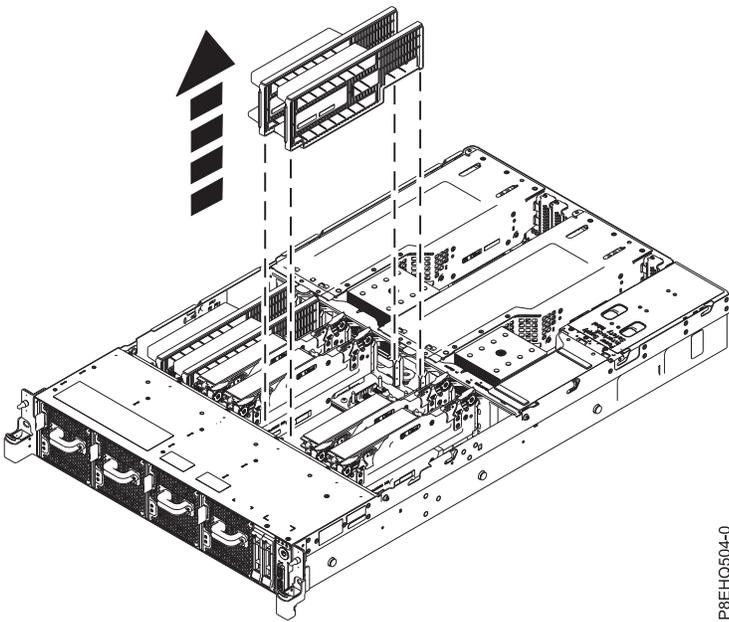

Figure 31. Retrait de deux obturateurs du système
3. Pour chaque carte de bus mémoire que vous installez, retirez un obturateur de l'emplacement cible. Voir figure 31.